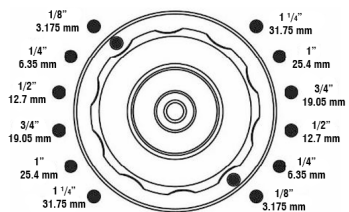

Fig. 7 – Limitador de profundidad
El CEPILLO ELÉCTRICO DE REGRUESO PDV 1500 VONDER posee un limitador de profundidad (6) con seis posiciones. El limitador permite la preconfiguración del espesor deseado de la pieza a ser trabajada (Fig. 7).